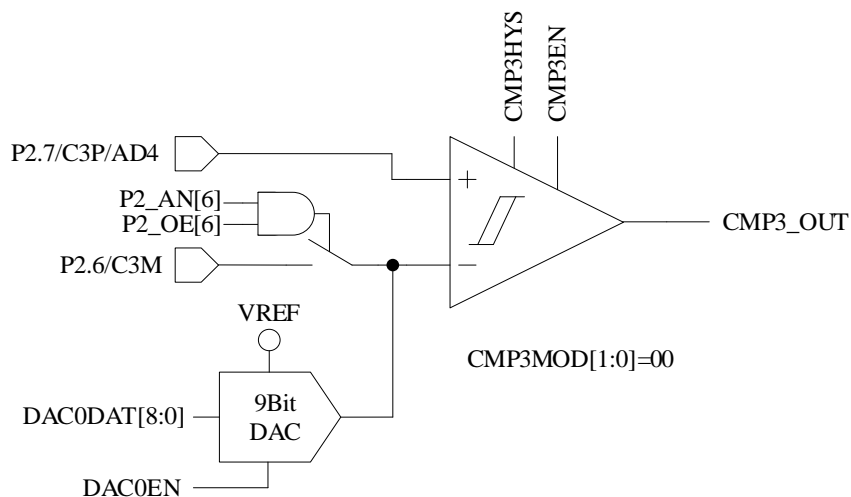

图 28-2 单比较器输入模式
- 配置 CMP\_CR1[CMP3MOD] = 00，CMP3 为单比较器输入模式，具体输入输出端口及接法如图 28-2 所示